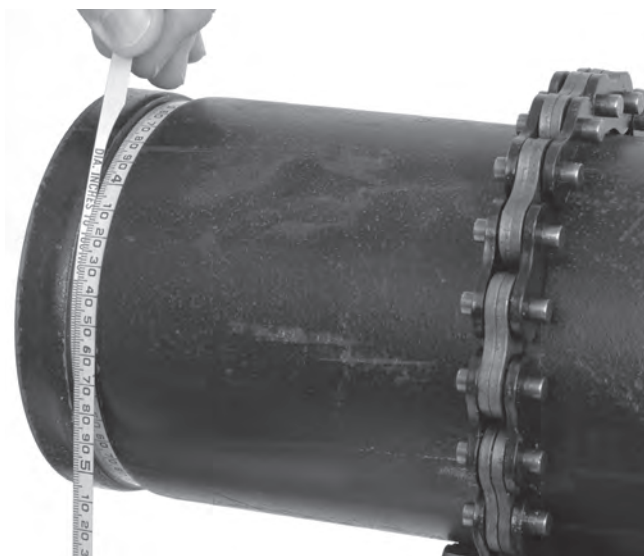

Figura 16 – Medición del diámetro en la ranura con la cinta de diámetros
5. Mida el diámetro en la ranura. El mejor método usa una cinta de diámetros (vea la sección *Equipo opcional*). Con la cinta en la ranura, ajústela bien para que rodee la circunferencia. La cinta debe estar asentada y aplanada contra el fondo de la ranura. Lea el diámetro en la ranura (*Figura 16*).